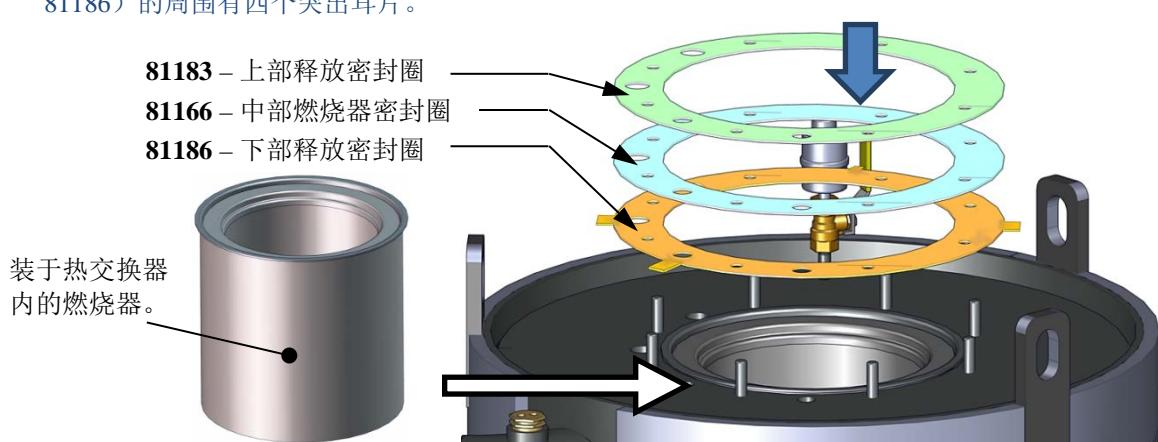

图 7-5：燃烧器和更换密封圈位置
14. 拆下并更换燃烧器密封圈（参见图 7-5）。
在此程序中必须安装为维护提供的所有三个密封圈，如图 7-5 所示，即使目前正更换的垫圈只有一个。注意下部释放密封圈有突出耳片，而其他密封圈则没有耳片。